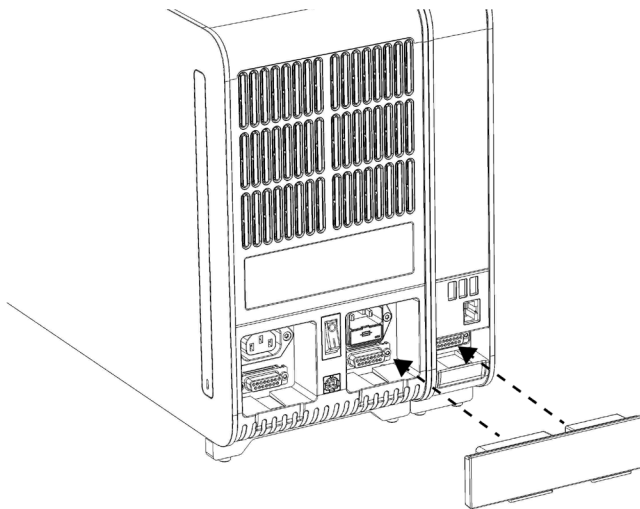

图 8. 连接分析/运行模块桥。
5. 连接 QIAstat-Dx Analyzer 1.0 背面的分析/操作模块桥，使操作和分析模块连接到一起（图 8）。